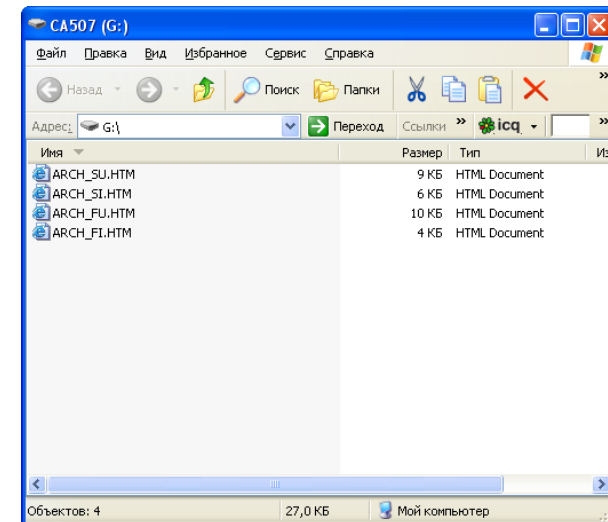

Рисунок 4.3
4) На экране ПК откроется окно программы "Проводник" (рисунок 4.3) с содержимым архива Компаратора, который позиционируется, как съемный диск ПК (в данном случае, G:). В архив входят четыре файла: